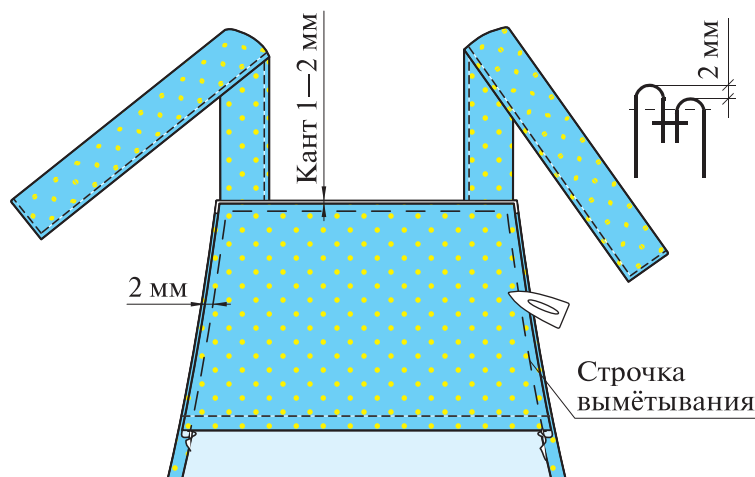

Рис. 6.38. Выметывание нагрудника
Выметайте верхний край фартука со стороны обтачки на расстоянии 2 мм от шва, образуя кант из нагрудника шириной 1—2 мм (кант располагают на изнаночной стороне, чтобы не было видно шва с лицевой стороны фартука). Шов приутюжьте (рис. 6.38).
6. *Проверьте качество* обработки верхней части нагрудника по следующим критериям: сгибы бретелей располагаются на расстоянии не более 2 мм от углов нагрудника; углы хорошо выправлены; шов обтачивания тщательно выправлен и не виден с лицевой стороны фартука; ширина канта — не более 2 мм (рис. 6.38); шов обтачивания приутюжен с обеих сторон.